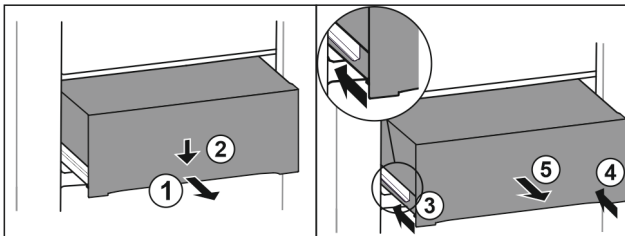

Fig. 94
- ▶ Изтеглете чекмеджето наполовина. Fig. 94 (1)
- ▶ Натиснете надолу чекмеджето от предната страна. Fig. 94 (2)
- ▶ Вкарайте лявата релса приблизително 2 cm навътре. Fig. 94 (3)
- ▶ Вкарайте дясната релса приблизително 2 cm навътре. Fig. 94 (4)
- ▶ Извадете чекмеджето напред. Fig. 94 (5)